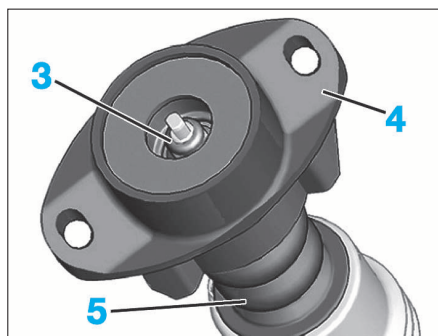

FIG. 38
- Déposer (Fig.38) :
- l'écrou (3) à l'aide de l'outil FACOM D.83C, par exemple,
- le support supérieur d'amortisseur (4),
- la butée (5).